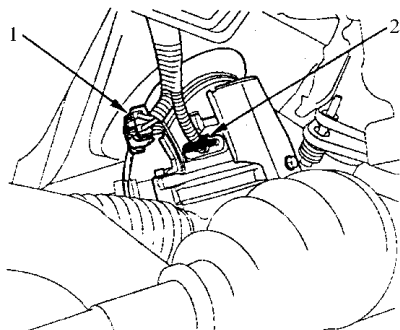

图 7-26 拆卸线束插接器
13) 如图 7-26 所示, 断开电动机 2P 插接器和 EPS 线束插接器。断开插接器后, 给 6P 插接器缠上胶带, 以防灰尘、脏物和异物。